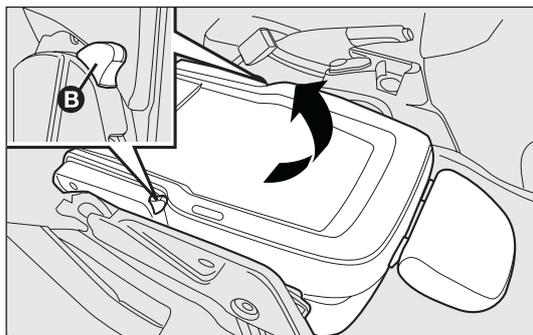

fig. 26
- ❑ agire sulle leve B-fig. 26 e sollevare ulteriormente il sedile verso l'alto.